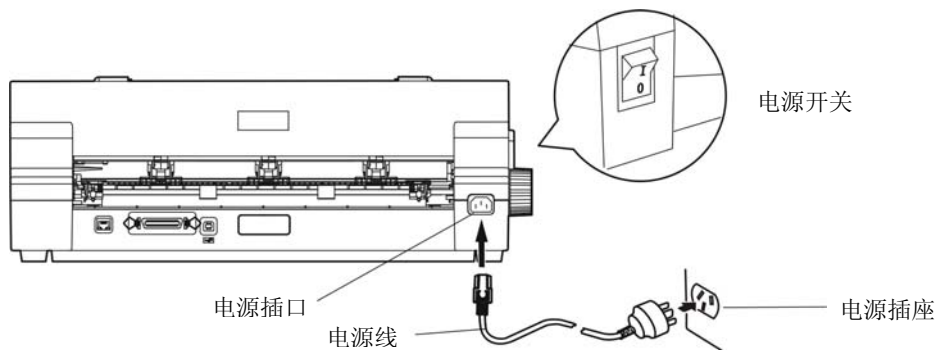

图 2-13 连接打印机电源
1. 如图 2-13 所示，确保打印机为关机状态（当开关被按下的一侧在“O”标注处时为关机状态）。